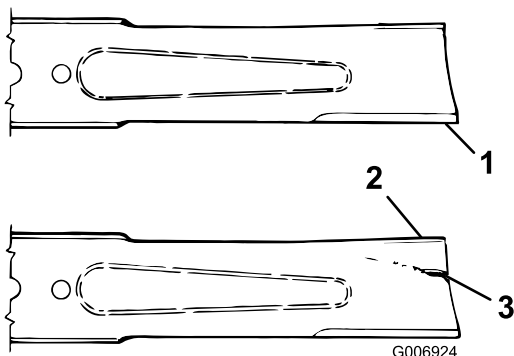

Figura 31
1. Controllate i taglienti (Figura 31). Se i taglienti non sono affilati o presentano intaccature, togliete la lama ed affilatela; vedere Affilatura della lama.
2. Controllate la lama, in particolare l'area curva (Figura 31). In caso di danni, usura o scanalature nell'area, montate immediatamente una nuova lama.